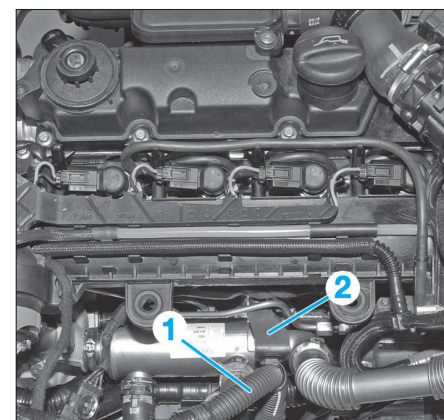

FIG. 44
- Dégrafer le faisceau (1) puis déposer son support (2) (Fig.44).